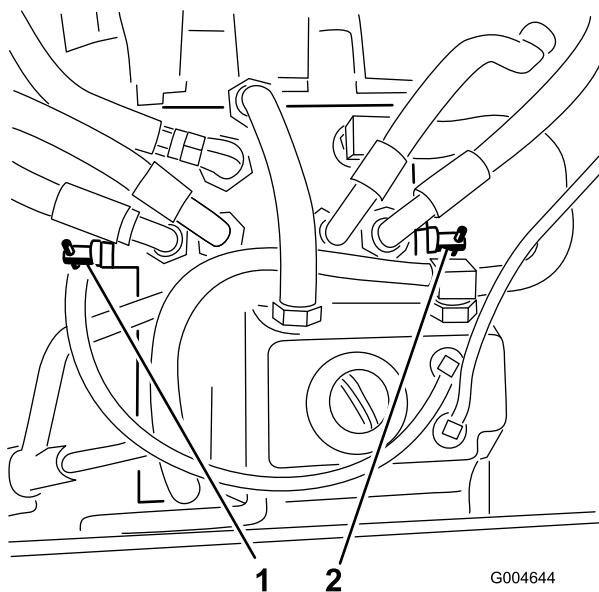

Figure 65
2. Localisez les vannes de dérivation (Figure 65) et tournez-les d'un tour dans le sens antihoraire.
- Fermez les vannes en les tournant d'un tour dans le sens horaire (Figure 65).